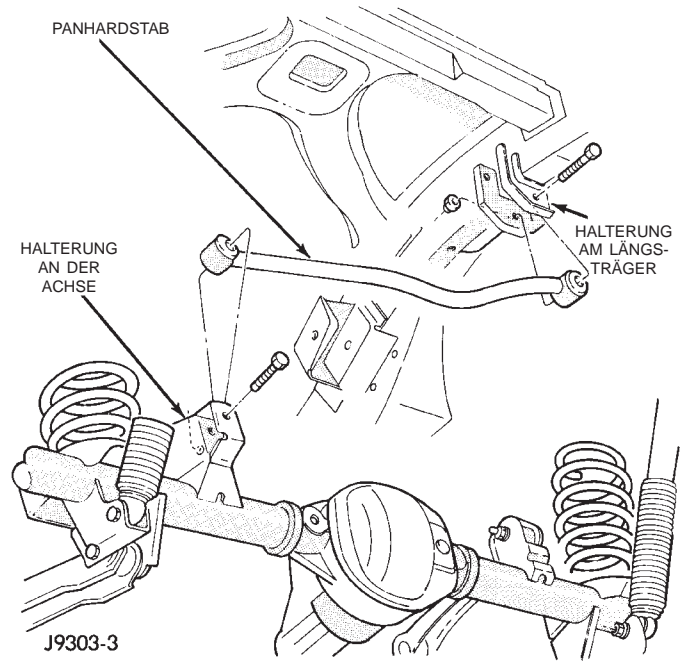

Abb. 5 Panhardstab hinten
- (1) Fahrzeug anheben und sicher abstützen.
- (2) Den Panhardstab von der Halterung am Längsträger abschrauben (Abb. 5).
- (3) Den Panhardstab von der Halterung am Achsrohr abschrauben (Abb. 5). Panhardstab ausbauen.